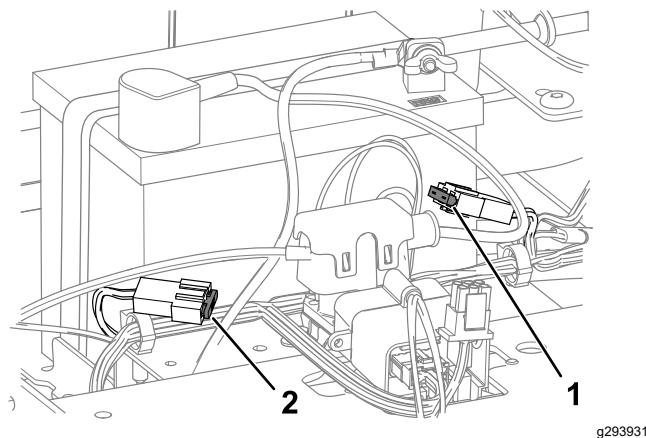

Figura 52
4. Pentru a înlocui o siguranță, trageți siguranța pentru a o îndepărta (Figura 52).